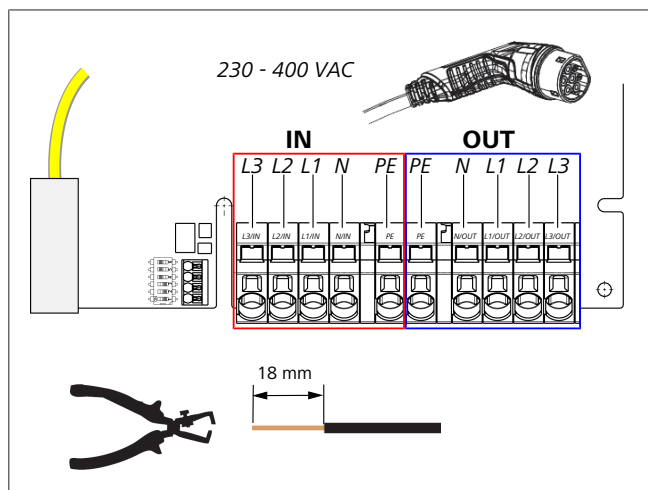

Fig. 8
9. Tilslut de enkelte ledningsender på den venstre klemblok med påskriften "IN" ved hjælp af kærnskruetrækkeren (3,5 mm) og i overensstemmelse med angivelserne på billedet (Fig. 8).